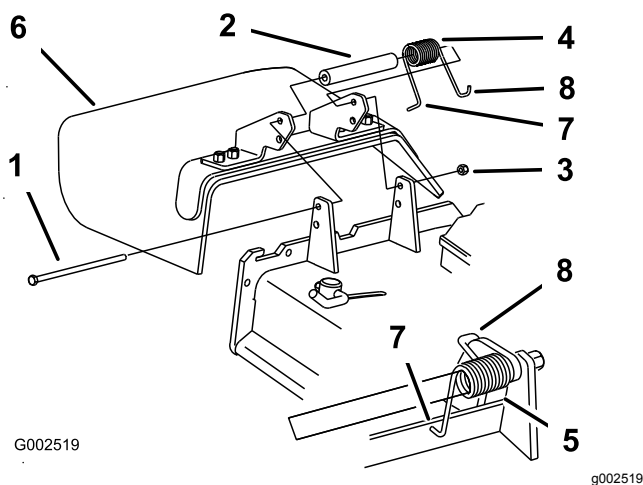

Figure 115
1. Retirez le contre-écrou, le boulon, le ressort et l'entretoise qui fixent le déflecteur aux supports de pivot (Figure 115).
- Remarque:** Prenez soin de placer l'extrémité en L du ressort derrière le bord du plateau avant de mettre le boulon en place, comme montré à la Figure 115
5. Accrochez l'extrémité en J du ressort au déflecteur d'herbe (Figure 115).